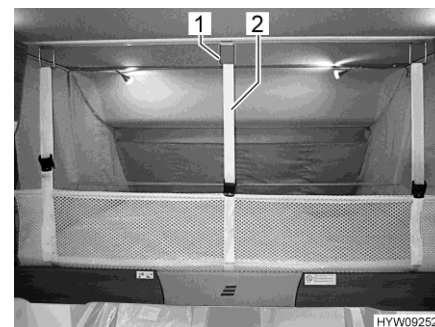

Bild 92 Sicherungsnetz (Hubbett)
- Sicherungsgurte (Bild 92,2) lösen und Sicherungsnetz unter die Matratze legen.
Aufspannen: ■ Die Sicherungsgurte (Bild 92,2) in die Haken (Bild 92,1) an der Decke einhängen.